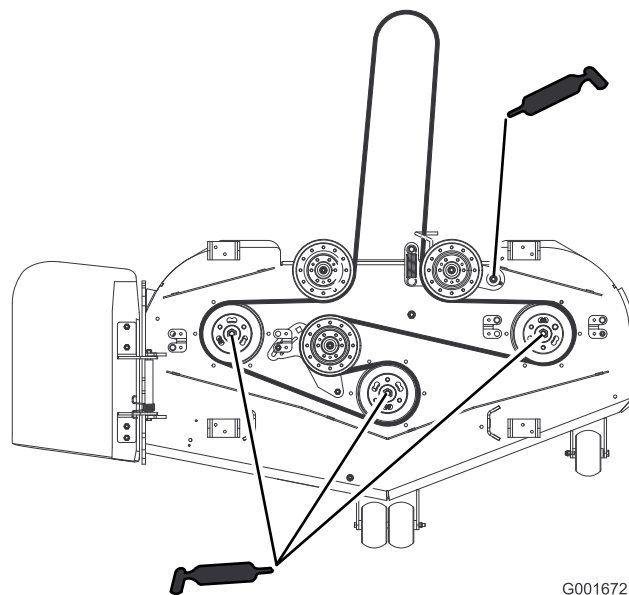

Figura 27
4. Engrase los tres cojinetes de los ejes debajo de las poleas hasta que rezume grasa de las juntas inferiores (Figura 27).
5. Engrase el brazo tensor de la plataforma del cortacésped (Figura 27).